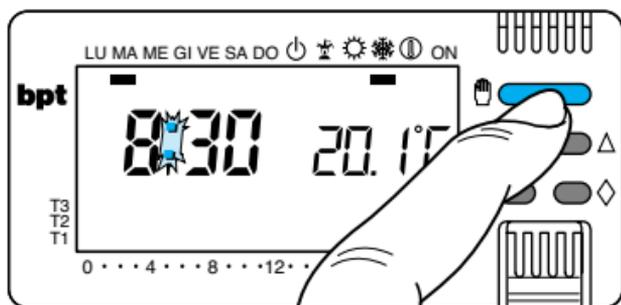

Fig. 71
15.2 - Mediante il pulsante  predisporre l'apparecchio in funzionamento MANUALE (fig. 71).